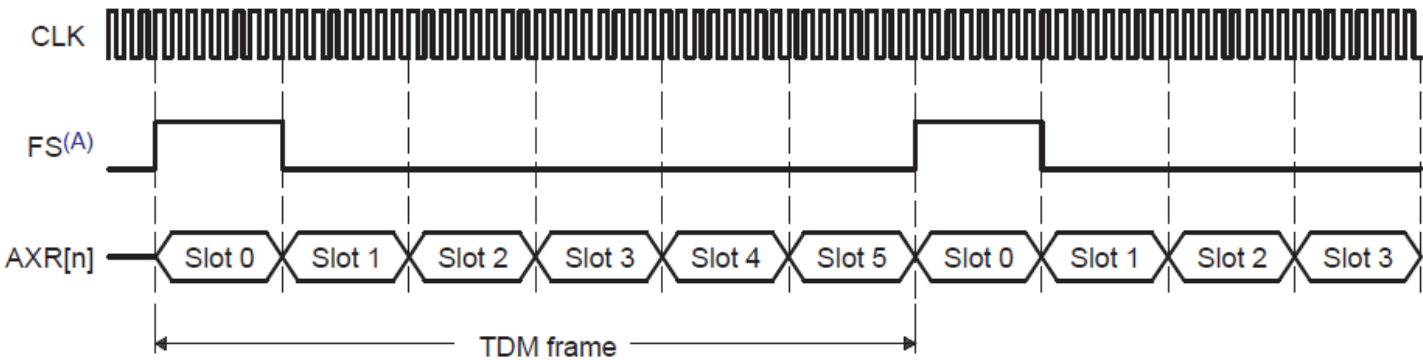

图 15. 长帧同步模式
a. 长帧同步，如图 15 所示，**FSYNC** 脉冲宽度等于 1 个 **Slot** 的长度。**Slot** 在 TDM 中表示的是传输单个声道所占用的位数。如图 15 所示 TI McASP 接口的 TDM 包括 6 个 **Slots**，即它最多可包括 6 声道数据。注意，**Slot** 的位数并不一定等于音频的量化深度。比如 **Slot** 可能为 **32 bit**，其中包括 **24 bit** 有效数据位（Audio Word） + **8 bit** 零填充（Zero Padding）。不同厂商对 **Slot** 的叫法可能有所区别，比如 Circus Logic 称之为 Channel Block；